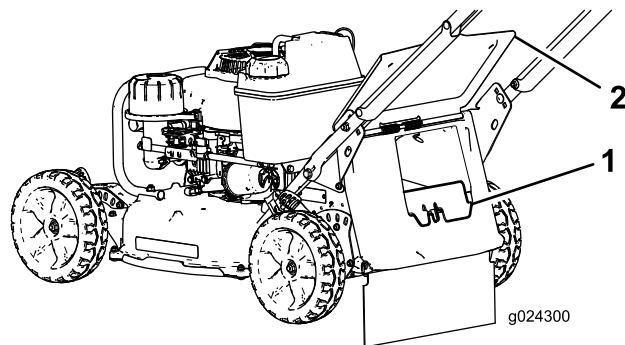

Figure 20
- Si l'obturateur de goulotte arrière n'est pas en place, saisissez-le par la poignée, soulevez le volet arrière, et insérez-le dans la goulotte arrière jusqu'à ce que le verrou s'enclenche; voir Figure 20.
3. Retirez l'obturateur d'éjection arrière en appuyant sur le verrou avec le pouce et en tirant l'obturateur hors de la machine (Figure 20).